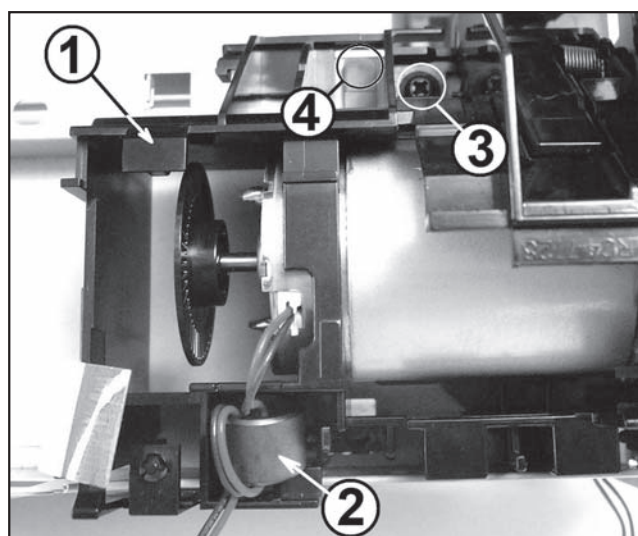

Рис. 28
3. Вынимают из ниши пластмассового кронштейна 1 (рис. 28) ферритовый сердечник 2 фильтра питания, расположенного на жгуте подключения двигателя к плате управления.
4. Откручивают винт 3 (рис. 28) крепления пластмассового кронштейна платы управления двигателем привода редуктора к пластине блока лазера, освобождают фиксатор 4, перемещают кронштейн от себя и снимают его с принтера.